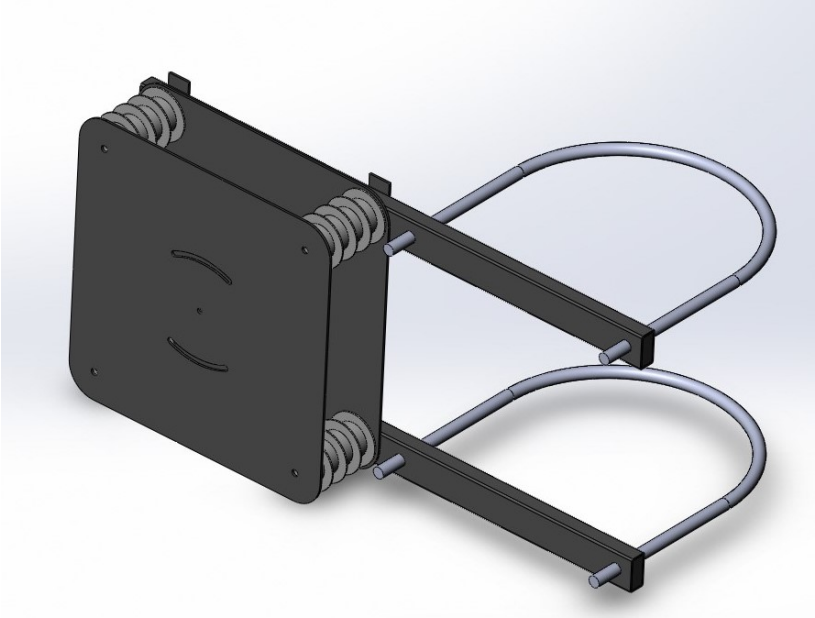

Рисунок 1 – Общий вид кронштейна для установки мультиспектральной IP-видеокамеры «Synergo IPS - TVS20» на опору
- закрепить на корпусе изделия (в соответствии с проектным решением) установочный кронштейн (Рисунок 1) с помощью болтов, входящих в крепежный набор комплекта поставки;